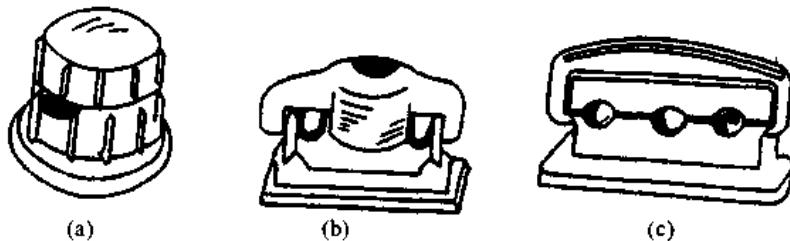

图 2-29 塑料单芯线夹
圆形单芯线夹由上盖和底座两部分用螺纹组合而成,呈圆形,像一个瓶盖。底座面上有线槽,有一个线槽的称单线线夹;有两个线槽的称双线线夹;有三个线槽的称三线线夹。图 2-29(a)所示为圆形单芯单线线夹外形图。底座中心有一个未穿通的钉孔,除了可用环氧树脂胶粘接外,也可用木螺丝将线夹底座固定在建筑物上。安装底座后,将电线嵌入槽内,把上盖旋入底座,电线就被压紧。底座两边沿敷线方向有准线标记,以保证布线挺直整齐。
形如图 2-29(b)所示。底座面上有线槽,安装时将电线嵌入槽内,盖上盖子,旋紧尼龙螺钉。底座两边沿敷线方向有准线标记,以保证布线挺直整齐。底座中心有一未穿通的钉孔,可以用木螺丝将其固定在建筑物上,也可用环氧树酯胶粘接在建筑物上。
(4) 推入式单芯线夹 这种线夹的用途和使用场合与圆形单芯线夹、长形单芯线夹相同,其外形如图 2-29(c)所示。它呈长形,由上盖和底座两部分组成。底座面上有线槽,座与上盖的两边通过卡口组合在一起。安装时,将电线嵌入线槽后,把上盖推入底座卡口,电线就被压紧,不会自行松动脱落,使用方便。沿敷线方向设有准线标志,以保证布线挺直整齐。底座中心有未穿通的钉孔,可用木螺丝将线夹固定在建筑物上,也可用粘接法固定线夹于建筑物上。